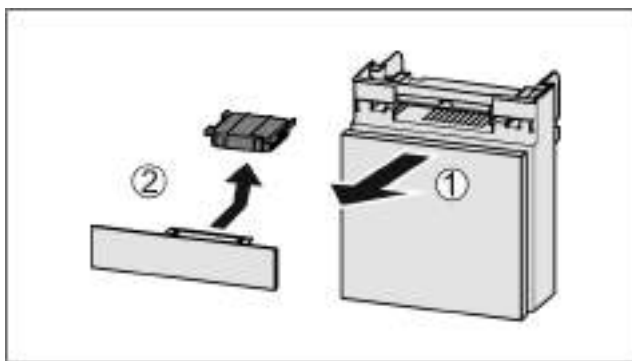

Fig. 218
- Вытянуть Fig. 218 (1) отделение движением вперед.
- Извлечение Fig. 218 (2) фильтра с активированным углем.